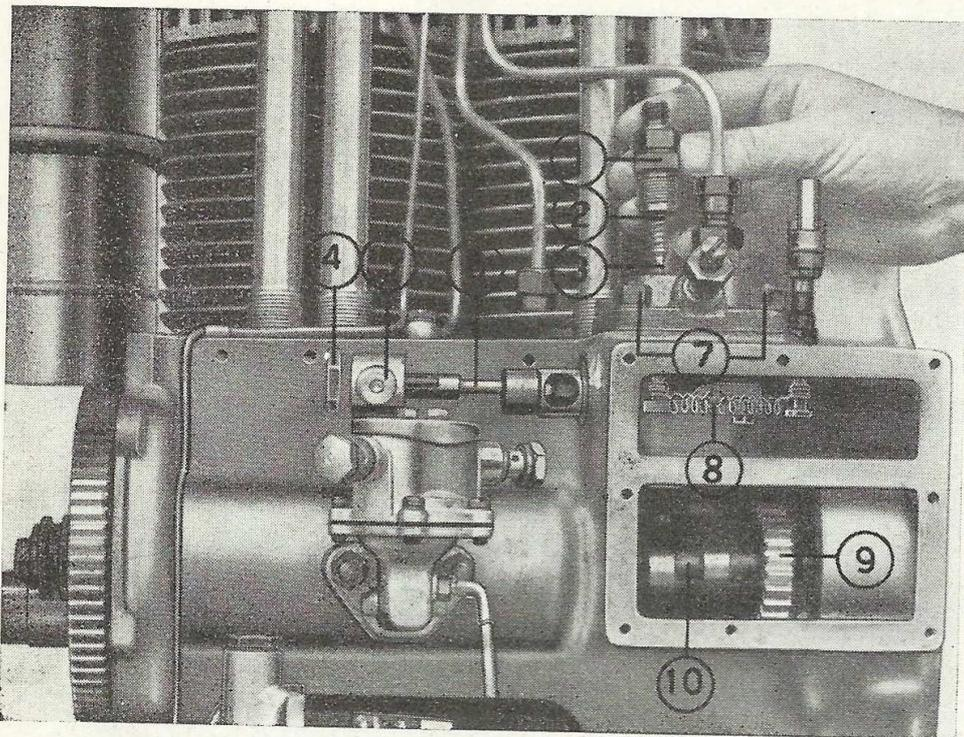
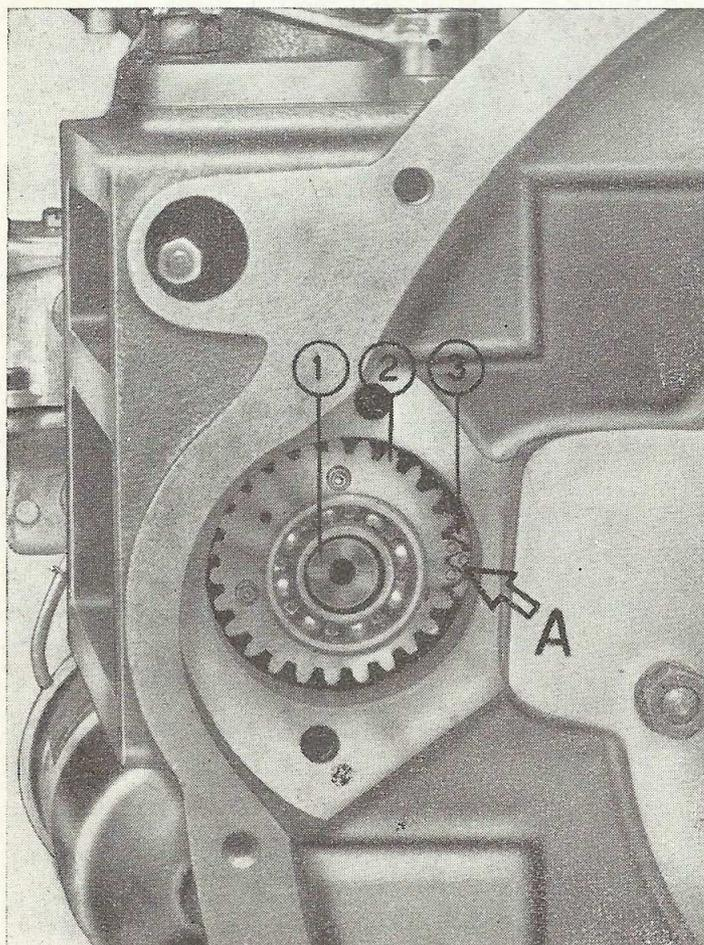

Fig. 7
Fig. 9
SMONTAGGIO POMPA INIEZIONE (fig. 7) - Per quanto riguarda le revisioni si consiglia di affidare l'operazione a personale qualificato e provvisto degli strumenti necessari.
2) Fasatura pompa iniezione (fig. 9) - Ottenuta l'esatta fasatura della distribuzione valvole: **a)** Montare l'albero della pompa verificando che si abbia perfetta rispondenza tra i contrassegni A) incisi sugli ingranaggi di comando, indi montare il coperchietto di supporto; **b)** Rimontare la pompa facendo attenzione che la quota di montaggio — ossia la distanza dal profilo della camma iniezione in riposo, al piano di appoggio della pompa con guarnizione — sia contenuta entro il campo di tolleranza di $82,8 \pm 0,2$ mm.; **c)** Controllare l'anticipo iniezione a traboccamento portando il pistone del primo cilindro al PMS in fase di compressione, togliere la valvola premente 3) (fig. 7) del primo cilindro, indi rimontare il raccordo di mandata; **d)** Collegare alla pompa un piccolo serbatoio contenente nafta, aprire al massimo la cremagliera della pompa, ruotare l'albero motore di mezzo giro in senso contrario alla marcia, aprire il rubinetto del serbatoio e ruotare lentamente l'albero motore nel senso normale di marcia fino a che si vedrà la nafta uscire appena dal raccordo di mandata della pompa. E' questa una condizione limite: una leggera rotazione dell'albero deve fermare l'uscita del combustibile dal raccordo.